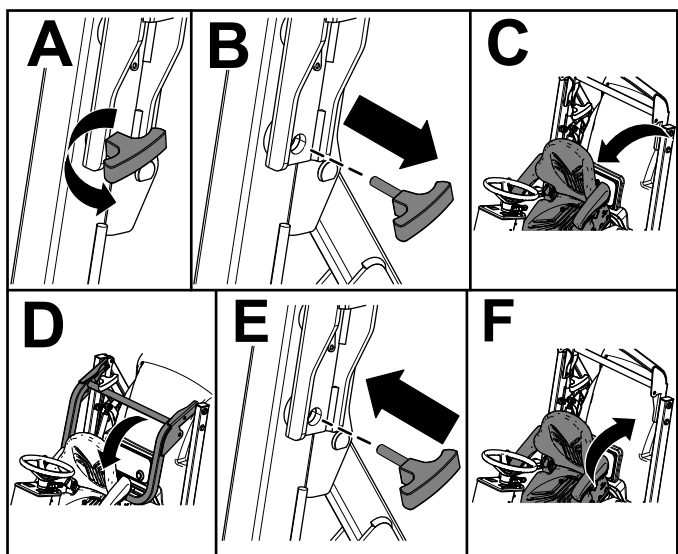

Figura 15
4. Înclinați scaunul în față (Figura 15).
5. Îndepărtați tifturile de la bara antiruliu (Figura 15).
6. Coborâți bara antiruliu și fixați-o cu tifturile (Figura 15).
7. Înclinai scaunul din spate în poziia blocată (Figura 15).